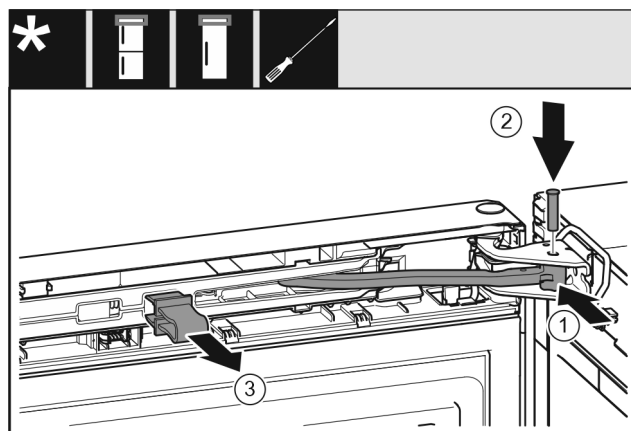

Fig. 23
- Tourner la jointure *Fig. 23 (1)* dans le support de palier.
- Insérer l'axe *Fig. 23 (2)* dans le support de palier et la jointure. Veiller à ce que l'ergot soit bien en place dans la rainure.
- Retirer la fixation *Fig. 23 (3)*.